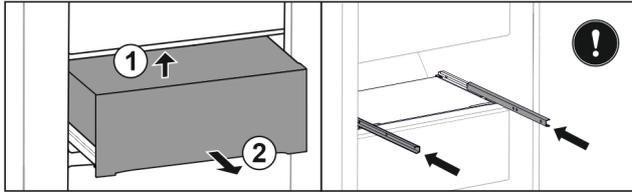

Fig. 133
- ▶ Soulever le tiroir à l'arrière par le bas. Fig. 133 (1)
- ▶ Retirer le tiroir par l'avant. Fig. 133 (2)